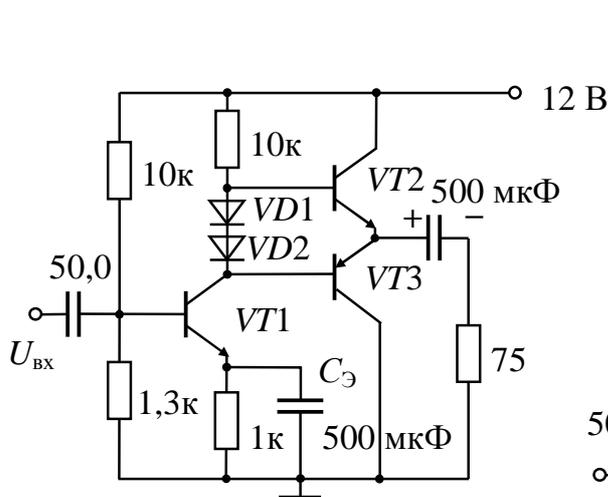

Рис. 1
Цель работы. Целью лабораторной работы является экспериментальное исследование бестрансформаторных выходных каскадов УНЧ: с питанием от однополярного и двухполярного источника, в режимах классов *B* и *AB*, с различными цепями ООС и ПОС, с квазидополнительной симметрией. Оценивается КПД каскада при максимально достижимой неискаженной амплитуде синусоидального выходного сигнала. Схемы исследуемых усилителей представлены на рис. 1 и 2.
- Для выходного каскада с однополярным источником питания в режиме класса *AB* (рис. 1):